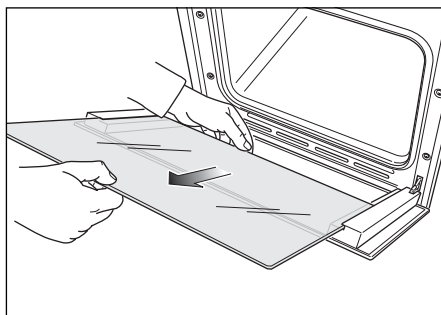

Fig. 44d
- Sortez en douceur la vitre intérieure (Fig. 44d).